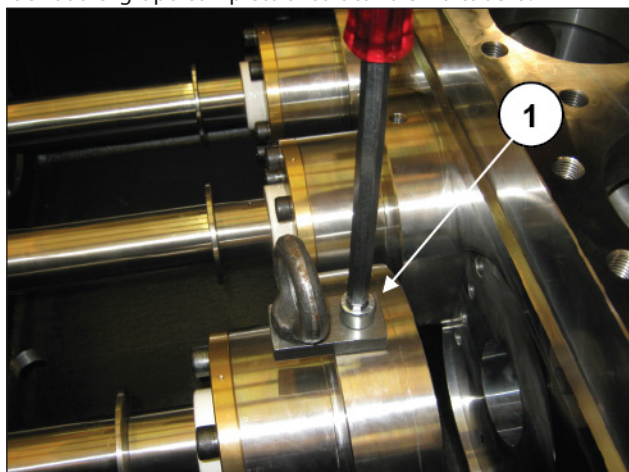
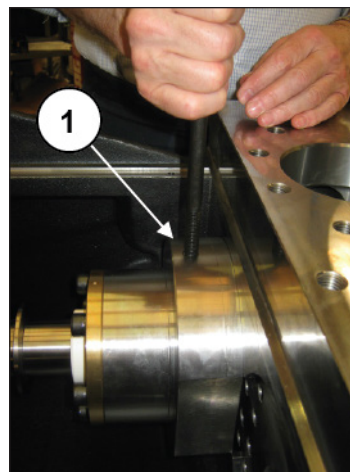

Fig. 237
Fig. 238
Desmontar la herramienta de elevación (pos. ①, Fig. 237) y montar un tornillo o una barra roscada M12 en el orificio roscado del soporte (pos. ①, Fig. 238) para orientar con facilidad el grupo completo al colocarlo en la cabeza.